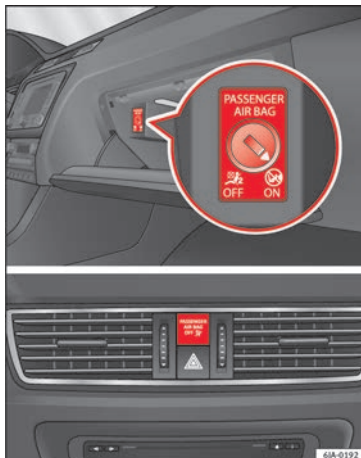

Fig. 81 Commande de l'airbag frontal du passager avant/témoin de désactivation de l'airbag passager
- l'airbag désactivé est indiqué par le témoin **OFF**  qui s'allume sur l'inscription **PASSENGER AIR BAG OFF**  située au centre de la planche de bord » **fig. 81** » page 76.
- l'airbag désactivé est indiqué par le témoin **OFF**  qui s'allume sur l'inscription **PASSENGER AIR BAG OFF**  située au centre de la planche de bord » **fig. 81** ③.
- Introduisez le panneton de la clé dans la rainure prévue à cet effet de la commande de désactivation de l'airbag du côté passager » **fig. 81**. Le panneton doit entrer sur 3/4 environ de sa longueur, jusqu'à atteindre la butée.